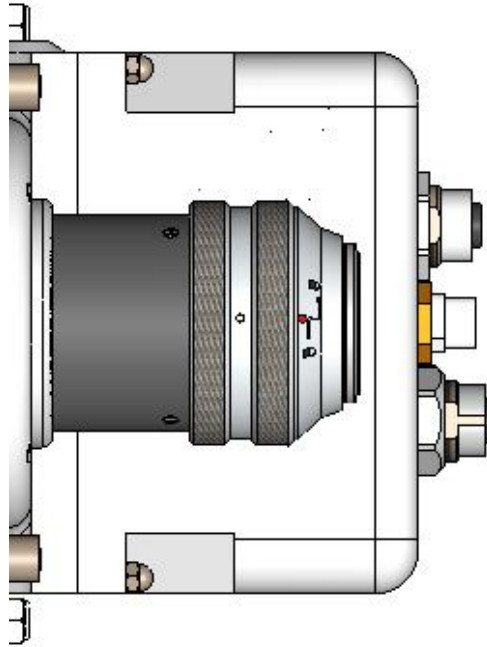

图2.7
- ③ 将QBH连接器拧至打开状态：逆时针方向旋至极限位置（可以感觉到“噎”的一声），注意转到位即可，不要大力拧动，否则可能会损坏QBH内部结构，如图2.7所示。